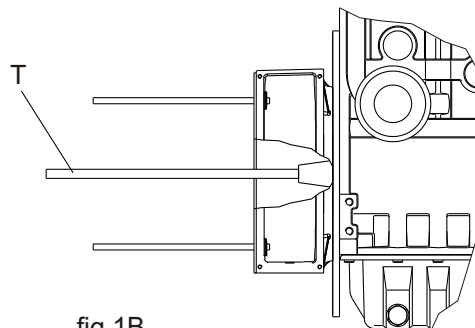

fig.1B
- 3) Applicare il tirante T per il fissaggio assiale del rotore avvitandolo a fondo sulla sporgenza dell'albero motore (fig.1B).
- 3) Apply the rod T for the axial clamping of the rotor, and screw it tight on the engine shaft. (fig.1B).
- 3) Monter la tige centrale T pour la fixation axiale, la vissant a fond sur le bout d'arbre du moteur (fig.1B).
- 3) Die Zugstange T für die Achsbefestigung des Rotors durch vollständiges Einschrauben auf dem Überstand der Motorwelle anbringen (fig.1B).
- 3) Montar el tirante T para la fijación axial del rotor atornillándolo a fondo sobre el saliente del cigüeñal del motor (fig.1B)